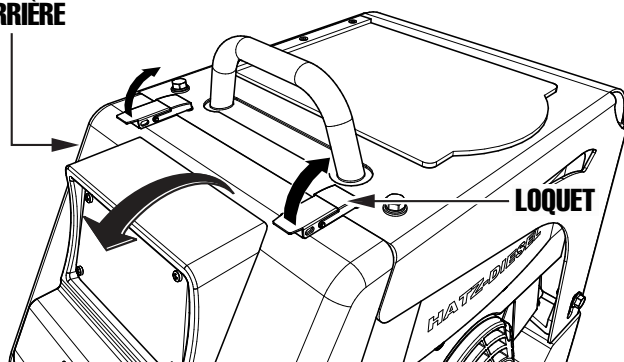

Figure 9. Ouverture du couvercle arrière
1. Si cela est nécessaire, déverrouiller les deux loquets en haut du couvercle arrière (Figure 9), puis tirer le couvercle arrière vers le bas pour l'ouvrir.